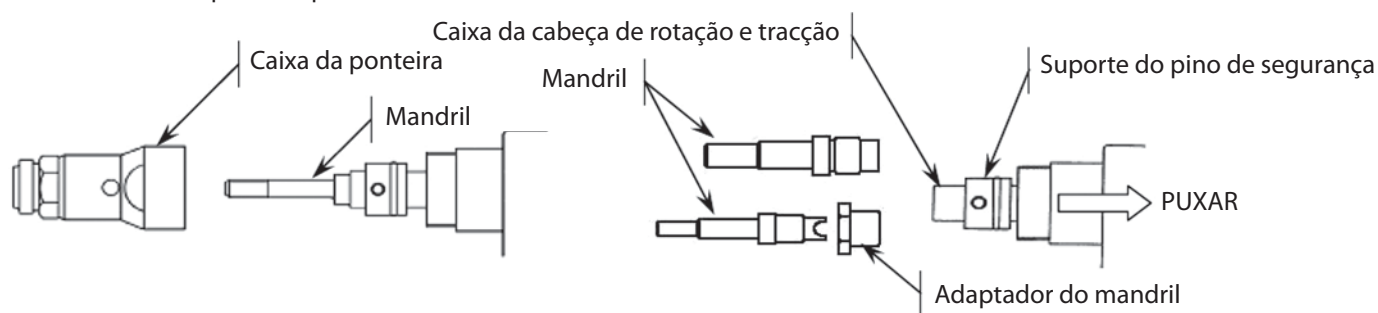

Figura 5: Instalação do mandril
3. Retire a caixa da ponteira da ferramenta para expor o mandril e a caixa da cabeça de rotação e tracção (Figura 5).